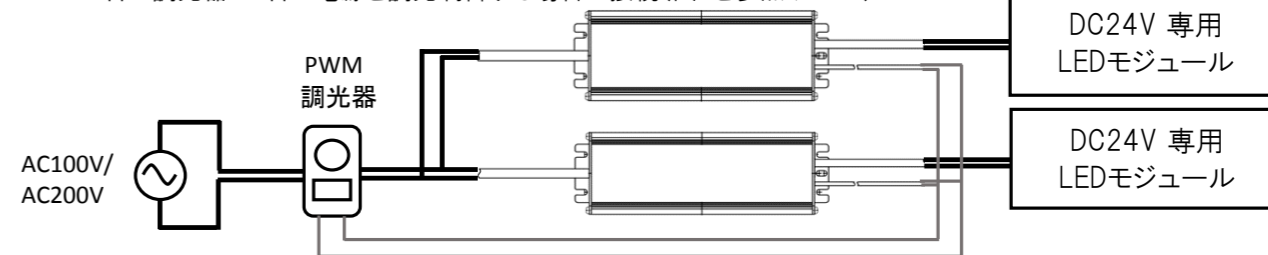

図7
■ 1台の調光器で2台の電源を調光制御する場合の接続(図7を参照ください)